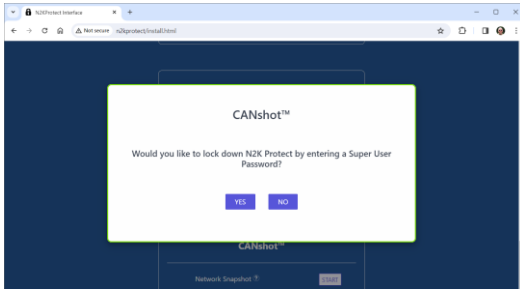

Abbildung 8
- Beim Starten von **CANShot™** werden Sie gefragt, ob Sie NET Protect durch die Einrichtung eines „Super User“-Passworts sperren möchten (siehe Abb. 8). Dadurch wird sichergestellt, dass nur eine Person mit dem Super User-Passwort Änderungen am NMEA 2000-Netzwerk vornehmen kann.